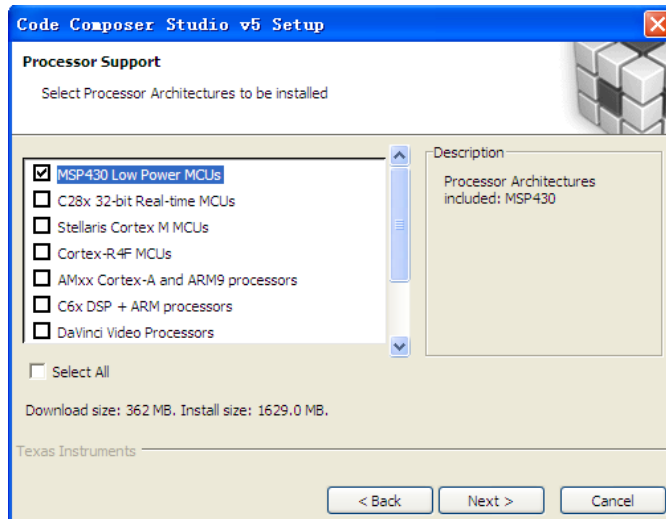

图 1.2 安装过程 2
(2) 单击 Next 得到如图 1.2 所示的窗口，为了安装快捷，在此只选择支持 MSP430 Low Power MCUs 的选项。单击 Next，保持默认配置，继续安装。